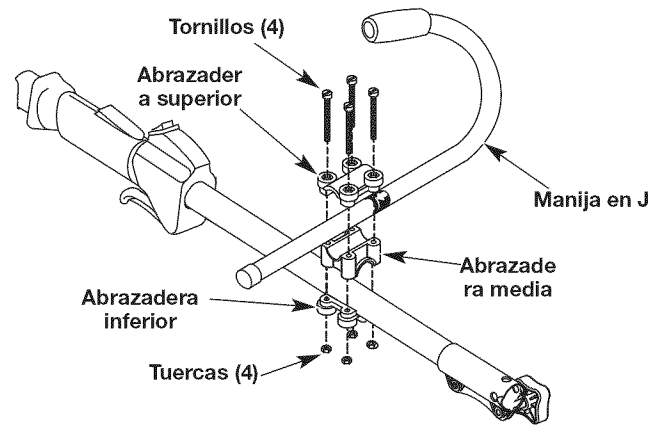

Fig. 1
2. Sostenga la abrazadera inferior contra el lado inferior de caja del eje, a 7-8 pulg. de distancia de la empuñadura del eje (Fig. 1).
3. Coloque la manija en J entre la abrazadera superior y la abrazadera media (Fig. 1)..
4. Mientras sostiene las tres piezas juntas, instale los cuatro (4) tornillos a través de la abrazadera superior en la abrazadera media.